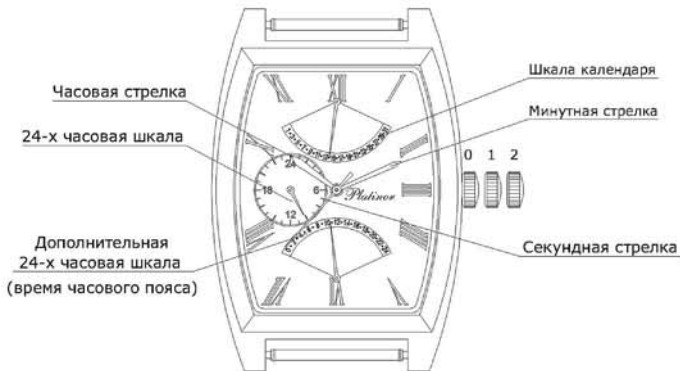

Рис. 11
- Выдвинуть заводную головку в положение 2 (здесь и далее – рис. 11).